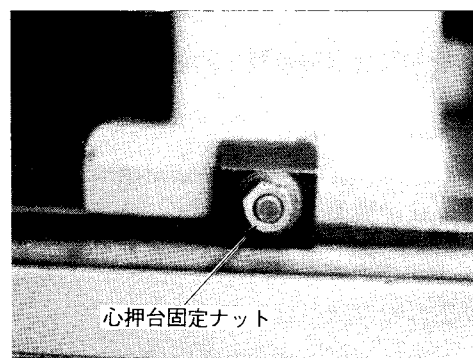

図 2-20
- (4) センタ間距離を調整する。
- ① 心押台固定ナット（図2-20）をゆるめ、心押台を所定の位置に動かす。